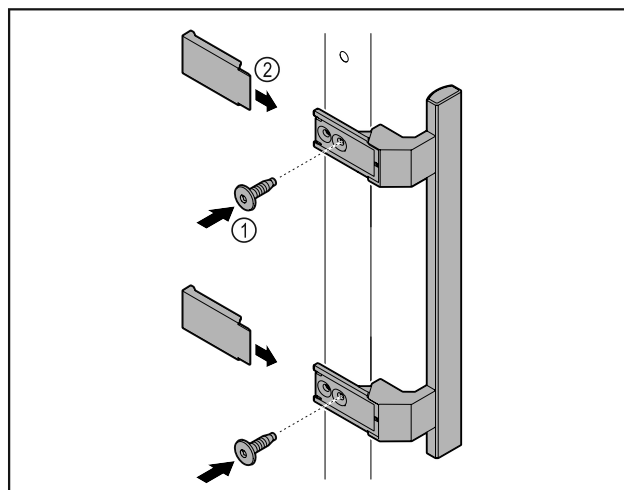

Fig. 6
- ▶ Meegeleverde greep met de meegeleverde schroeven Fig. 6 (1) op de deur aanbrengen.
- ▶ Afdekking Fig. 6 (2) plaatsn.